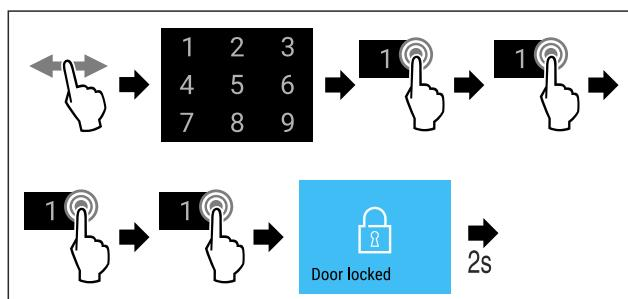

Fig. 74 Blokiranje vrata šifrom 1 1 1 1.
- Obavite korake postupka (pogledajte Fig. 74).